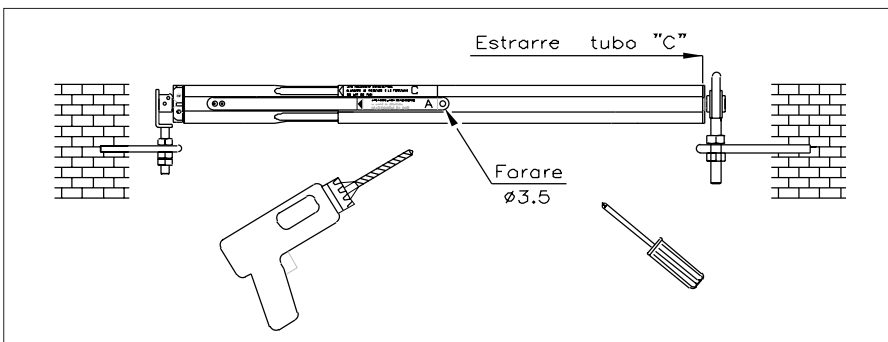

Fig. 5.2
- Se sono stati utilizzati solo i tubi "A" e "C" nella composizione del Kit (1° e 2° Caso) eseguire n. 1 foro con una punta per ferro da 3.5 mm nel punto indicato e montare la vita in dotazione, vedi fig. 5.2.